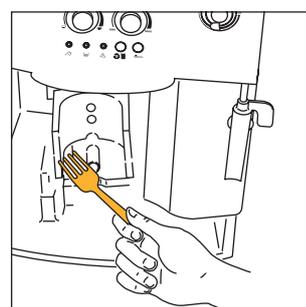

Fig.30
- limpie muy bien el interior de la máquina. Para quitar el café incrustado en la paredes interiores, rasque con un tenedor de madera o de plástico (fig. 30) **y después aspire los restos con una aspiradora (fig. 31);**